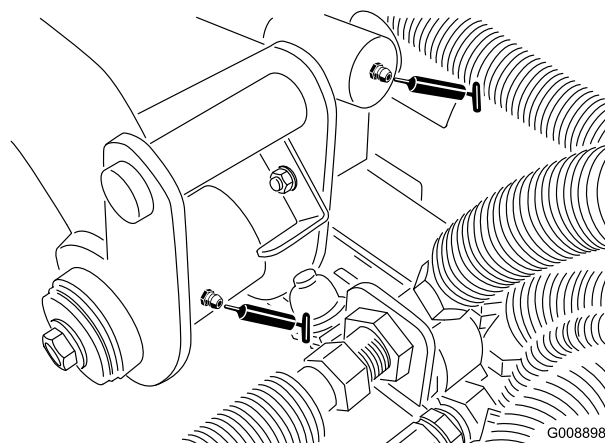

Figure 40
- Pivot de bras de relevage arrière et vérin de relevage (2) (Figure 40)